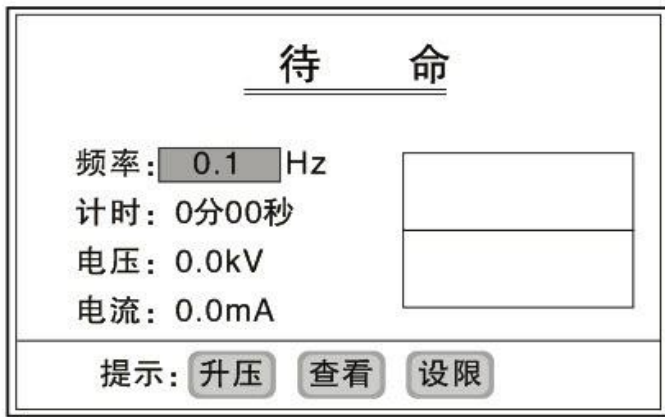

图6 (待命界面)
(C) 点击“返回”键，仪器进入图 6 所示的升压待命界面。
按图 6 点击升压键后，仪器在电脑的控制下，按如下流程进行升压试验：自检→升压→等幅输出→停机
凡是通过了定时停机、点击“停机”键进行的停机、过压保护停机、以及过流保护停机的数据仪器自动将其保存为历史数据。最多能保存九次测量的数据，九次以前的将自动删除。点击图 6 中的“查看”键，可查看最近九次试验的历史数据